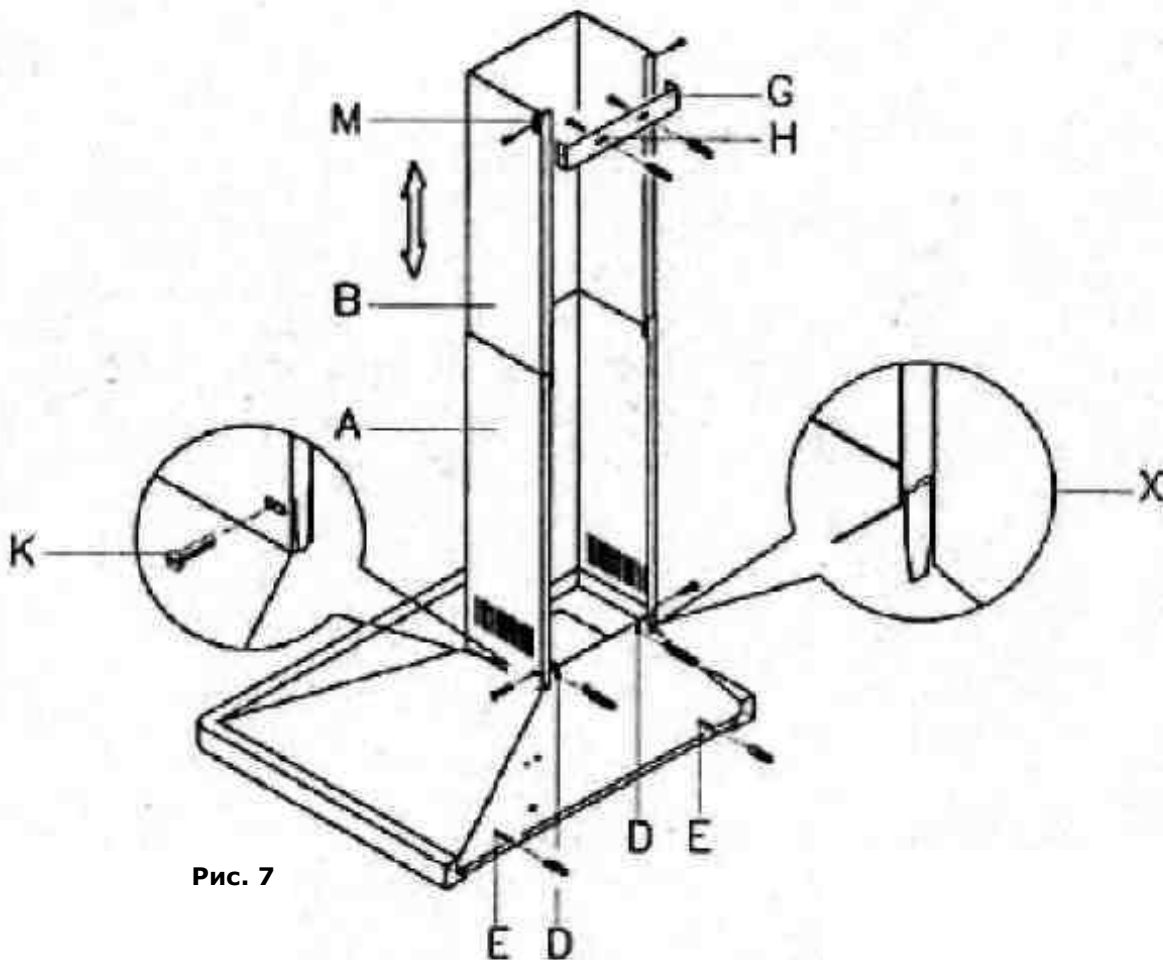

Рис. 7
2. Положите нижнюю часть кожуха „А“ на верх вытяжки, при этом следите за правильной установкой позиции скоб кожуха, обозначенных как „Х“ на рис. 7, на задней части вытяжки.
3. Намонтируйте кожух „А“ на вытяжку при помощи двух болтов „К“, которые поставляются в пакете с принадлежностями (рис. 7).
6. Возьмите крепежный держатель „Г“ (рис. 7), отцентрируйте его согласно обозначений, которые Вы перед этим сделали, при этом держатель постоянно соприкасается с потолком, и обозначте крепежные отверстия („Н“).
(шпонки), держатель „G“ (рис. 7 на предшествующей странице) разместите в необходимую позицию и закрепите при помощи поставляемых винтов.
9. Поднимите кожух „B“ к потолку и прикрепите его к держателю „G“ так, что вставьте поставляемые винты в отверстия „M“ (рис. 7 на предшествующей странице).